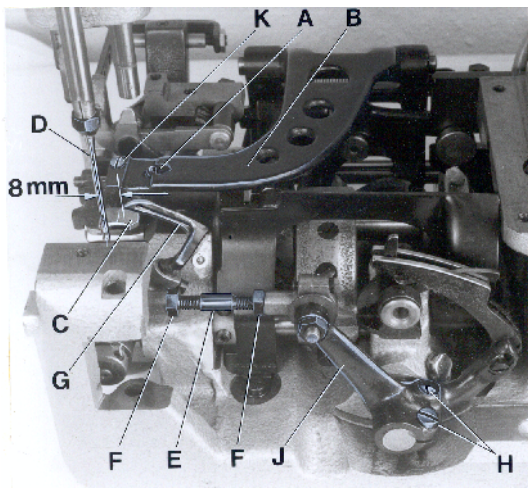
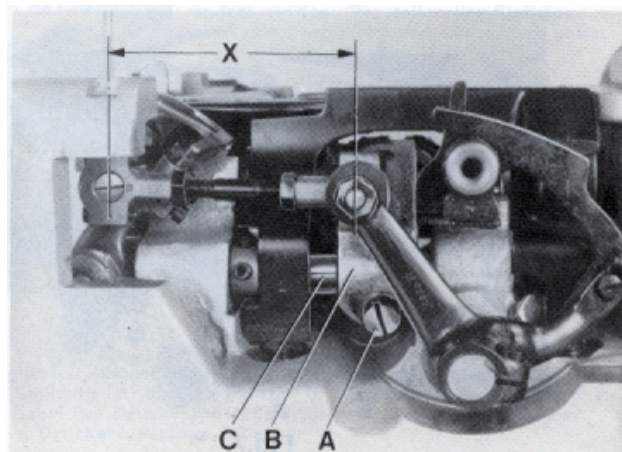
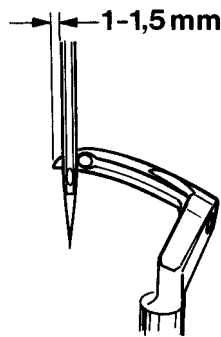
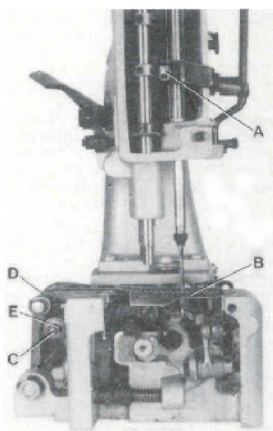

Fig. 3
Fig. 4
Fig. 5
Fig. 6
Remove the presser foot, throat plate and feed dog and on styles 80800H and HA also the needle guard for convenient access to the machine. On styles 80800C, D and E loosen the screw (A, Fig. 3) in the feed bar (B) and push the feed bar needle guard (C) to the rear to avoid its contacting the needle (D).
For the two thread double locked stitch styles 80800C, E, H and HA, set the looper connecting rod (E) so the distance (X, Fig. 4) between the center lines of the two ball joints is 69,8 mm (2 3/4"). The dimension (X, Fig. 4) should be 68,3 mm (2 11/16) on the single thread chain stitch style 80800D. For adjustment loosen the two nuts (F, Fig. 3) and turn connecting rod (E) forward or backward as required to obtain specified dimension, retighten nuts (F).
Rotate the machine pulley in operating direction so that the looper moves from right to left. The looper point should pass as close as possible to the back of the needle without contacting 0.08 to 0.13 mm (.003 to .005") clearance. For adjustment loosen screws (A, Fig. 4) in the looper eccentric fork (B) and turn looper rocker shaft (C) on the looper rocker forward or backward as required. Retighten screw (A).
Zur bequemeren Einstellung entfernen Sie Drückfuß, Stichplatte und Transporteur und bei den Maschinen 80800H und HA auch den Nadelanschlag. Lösen Sie bei den Maschinen 80800C, D und E die Schraube (A, Fig. 3) im Transporteurträger (B) und drücken Sie den Nadelanschlag nach hinten, damit er die Nadel (D) nicht berühren kann.
Bei den Zweifaden-Doppelkettenstichmaschinen Typen 80800C, E, H und HA muß die Greiferverbindungsstange (E) so eingestellt sein, daß der Abstand (X, Fig. 4) von der Mitte zu Mitte Kugelgelenk 69,8 mm beträgt. Bei der Einfaden-Einfachkettenstichmaschine Typ 80800D beträgt der Abstand (X, Fig. 4) 68,3 mm. Zum Einstellen lösen Sie die beiden Muttern (F, Fig. 3) und drehen die Verbindungsstange (E) vor oder zurück bis der erforderliche Abstand erreicht ist. Ziehen Sie die Muttern (F) wieder an.
Drehen Sie die Riemenscheibe in Nährichtung so, daß sich der Greifer von rechts nach links bewegt. Die Greiferspitze soll so dicht wie möglich hinter der Nadel vorbeigehen, ohne diese zu berühren (0,08 bis 0,13 mm Abstand). Zur Einstellung lösen Sie die Schraube (A, Fig. 4) in der Greiferezzentergabel (B) und schwenken die Greiferhebelwelle (C) am Greiferhebel mit Greifer nach Bedarf vor oder zurück. Ziehen Sie die Schraube (A) wieder an.
Remove the face cover on machine arm. Rotate machine pulley in operating direction until the looper point, moving to the left, projects 1 to 1.5 mm (.040" to .060") left of the needle (see Fig. 5). Lower edge of looper and upper edge of needle eye must be flush in this position. If adjustment is necessary, loosen clamp screw (A, Fig. 6) in the needle bar connection and move the needle bar up or down, as required. Retighten screw (A) and remount face cover.
At highest point of feed dog travel, the feed dog (B, Fig. 6) should be set so, that the rear teeth project their full depth above the throat plate surface. For setting remove the feed dog and adjust the supporting screw (K, Fig. 3) on the top of the feed bar to the required height. Remount the feed dog, and on styles 80800H and HA also the needle guard.
On styles 80800C, D and E stud (C, Fig. 6) for changing the stitch length is accessible from the outside. On styles 80800H and HA the housing for the tape cutter and the rear cloth plate have to be removed for changing the stitch length.
The length of the stitch can be adjusted by raising or lowering the stud (C, Fig. 6) in the segment slot of the feed rocker (D). Lowering stud (C) will lengthen the stitch. After loosening nut (E), stud (C) can be moved accordingly. When the desired stitch length is obtained, retighten nut (E). Remount housing for cutter and rear cloth plate on styles 80800H and HA.
The needle guard (C, Fig. 3) has to be set so, that it just contacts the needle at its most forward point of travel, without deflecting it.
On styles 80800C, D and E loosen screw (A, Fig. 3) in the feed bar (B) and adjust the needle guard (C) accordingly. Retighten screw (A).
Entfernen Sie den Stirndeckel am Maschinenarm. Drehen Sie die Riemenscheibe in Nrichtung bis die sich nach links bewegend Greiferspitze 1 bis 1,5 mm links der Nadel steht (siehe Fig. 5). In dieser Stellung müssen Unterkante Greifer und Oberkante Nadelöhr bündig sein. Ist eine Einstellung notwendig, lösen Sie die Klemmschraube (A, Fig. 6) im Nadelstangenmitnehmer und schieben die Nadelstange (B), je nach Bearf, nach oben oder unten. Ziehen Sie die Schraube (A) wieder an und montieren Sie den Stirndeckel.
Im höchsten Punkt der Transporteurbewegung sollen die hinteren Zähne des Transporteurs (B, Fig. 6) eine volle Zahnhöhe über die Stichplattenoberfläche hinausragen. Zur Einstellung entfernen Sie den Transporteur und stellen die Stützscharbe (K, Fig. 3) oben im Transporteurträger auf die entsprechende Höhe. Montieren Sie den Transporteur wieder, bei den Maschinen 80800H und HA auch den Nadelanschlag.
Bei den Maschinen 80800C, D und E ist der Bolzen (C, Fig. 6) zum Einstellen der Stichelänge von außen zugänglich. Bei den Maschinen 80800H und HA muß zum Einstellen der Stichelänge das Gehäuse für den Bandabschneider und die hintere Stoffplatte entfernt werden.
Die Stichelänge kann durch höher- oder tieferstellen des Bolzens (C, Fig. 6) in der Nut des Transportrahmens (D) verändert werden. Tieferstellen des Bolzens (C) verlängert den Stich, höherstellen verkürzt ihn. Nach Lösen der Mutter (E) läßt sich der Bolzen (C) entsprechend verschieben. Wenn die gewünschte Stichelänge eingestellt ist, ziehen Sie die Mutter (E) wieder an. Montieren Sie bei den Maschinen 80800H und HA das Gehäuse für den Abschneider und die hintere Stoffplatte wieder.
Der Nadelanschlag (C, Fig. 3) muß so eingestellt sein, daß er in der vordersten Stellung seiner Bewegung gerade die Nadel berührt, aber nicht ablenkt.
Zur Einstellung lösen Sie bei den Maschinen 80800C, D und E die Schraube (A, Fig. 3) im Transporteurträger (B), und stellen den Nadelanschlag (C) entsprechend ein. Ziehen Sie die Schraube (A) wieder an.